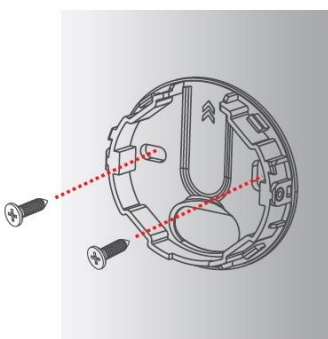

Рисунок 3.3
- 2) Прикрепите заднюю панель к стене с помощью крепёжных винтов (рис. 3.3).